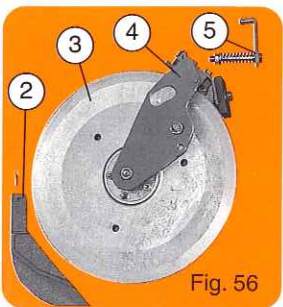

Fig. 56
- 1 pointe (2) (en version betterave seulement)
- 1 roue (3) sur son cadre (4) avec décrotoir et boulonnerie
- 1 taquet d'escamotage (5) (fig. 56).
- 1 tip (2) (in sugarbeet version only)
- 1 wheel (3) on its bracket (4) with scraper and bolts
- 1 retracting latch (5) (fig. 56)
- 1 Punta (2) (versión remolacha solamente)
- 1 Rueda (3) con su marco (4) con quitaterones y tornillería
- 1 Tope de escamoteado (5) (fig. 56).